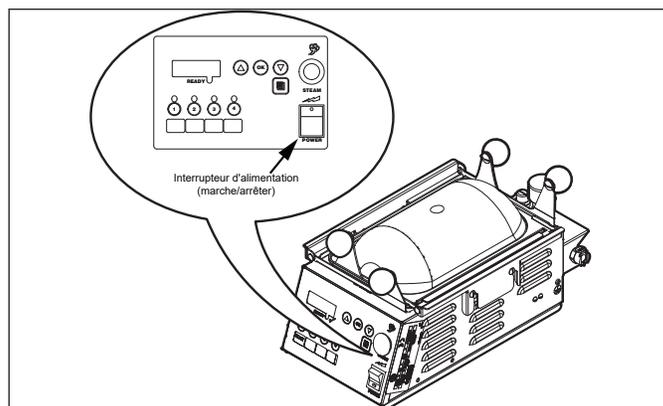

Figure 5. Panneau des commandes et interrupteur d'alimentation
1. Appuyer et maintenir enfoncé le bouton **PROGRAM** jusqu'à ce que « **CYC** » s'affiche à l'écran (Figure 5) puis relâcher le bouton **Program**.
REMARQUE : Pour enregistrer les changements de programmation, appuyer bien sur le bouton **PROGRAM** (Figure 5) dès que les modifications sont faites.